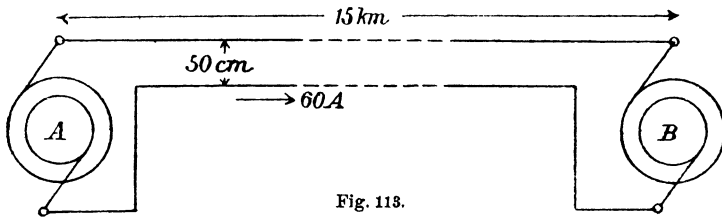

Fig. 113.
256. Am Orte A wird Wechselstrom erzeugt, der nach dem 15 [20] (40) km entfernten Orte B durch zwei parallele, 8 [10] (7) mm dicke, 50 [50] (75) cm voneinander entfernte Kupferdrähte geleitet wird, um dort Motoren zu treiben, welche 60 [65] (40) A bei 3000 [5000] (15000) Volt Klemmenspannung und 50 [60] (42) Perioden verbrauchen. In den Motoren ist der Strom gegen die zugehörige Klemmenspannung um einen Winkel φ_2 verschoben, der durch die Gleichung $\cos \varphi_2 = 0,8$ bestimmt ist. (Fig. 113.)